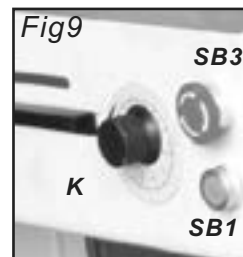

Fig9
- Abra ligeramente la válvula de regulación del flujo (Fig. 9 K)
- Desapriete los tornillos (C) para liberar la parada ajustable (D) contra el interruptor límite (ST4)
- La parada ajustable (D) --- la carcasa de la hoja en la posición inferior
- Apriete los tornillos (C)